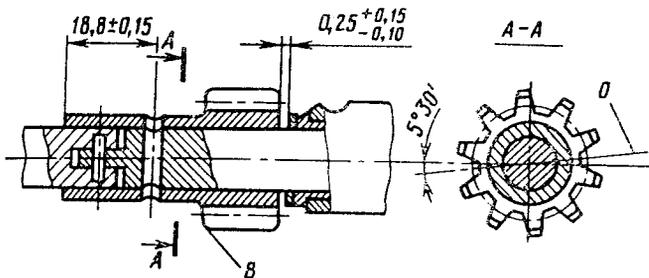

Bild 61. Lage des Antriebsrades an der Welle:
2. Zahnrad nach Verbinden der Verteilerantriebswelle 10 mit der Zwischenwelle 3 für Ölpumpenantrieb und Aufsetzen der Druckscheibe 7 auf die Welle aufpressen, wobei ein Spiel zwischen der Druckscheibe und dem Verteilerantriebsrad von $0,25^{+0,15}_{-0,10}$ mm (Bild 61) einzuhalten ist.